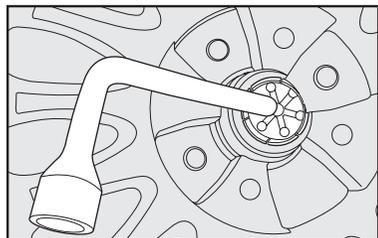

fig. 25
**NOTA:** em veículos com opcional roda de liga leve, é necessário retirar a tampa central da roda (que possui a logomarca FIAT). Para retirá-la, utilize a chave de roda, empurrando a tampa central pelo lado interno da roda **fig. 25**. Guardar a tampa, para recolocá-la na roda quando for montá-la novamente no veículo.